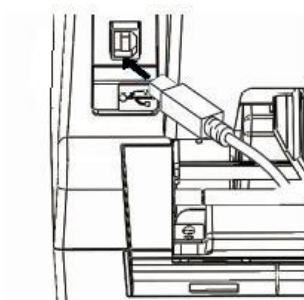

图 9
- 2) 将 USB 电缆的方形插头插入打印机的 USB 接口中，如图 9 所示。